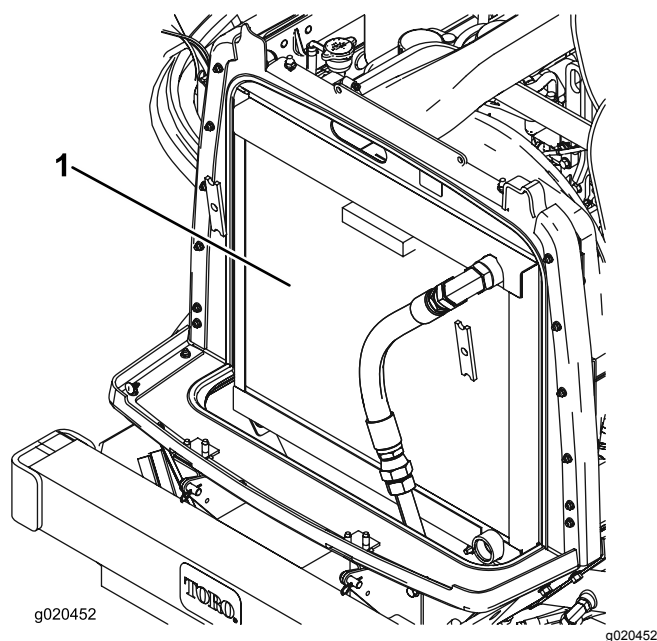

Figura 90
3. Limpie a fondo ambos lados de la zona del radiador/enfriador de aceite con aire comprimido (Figura 90).